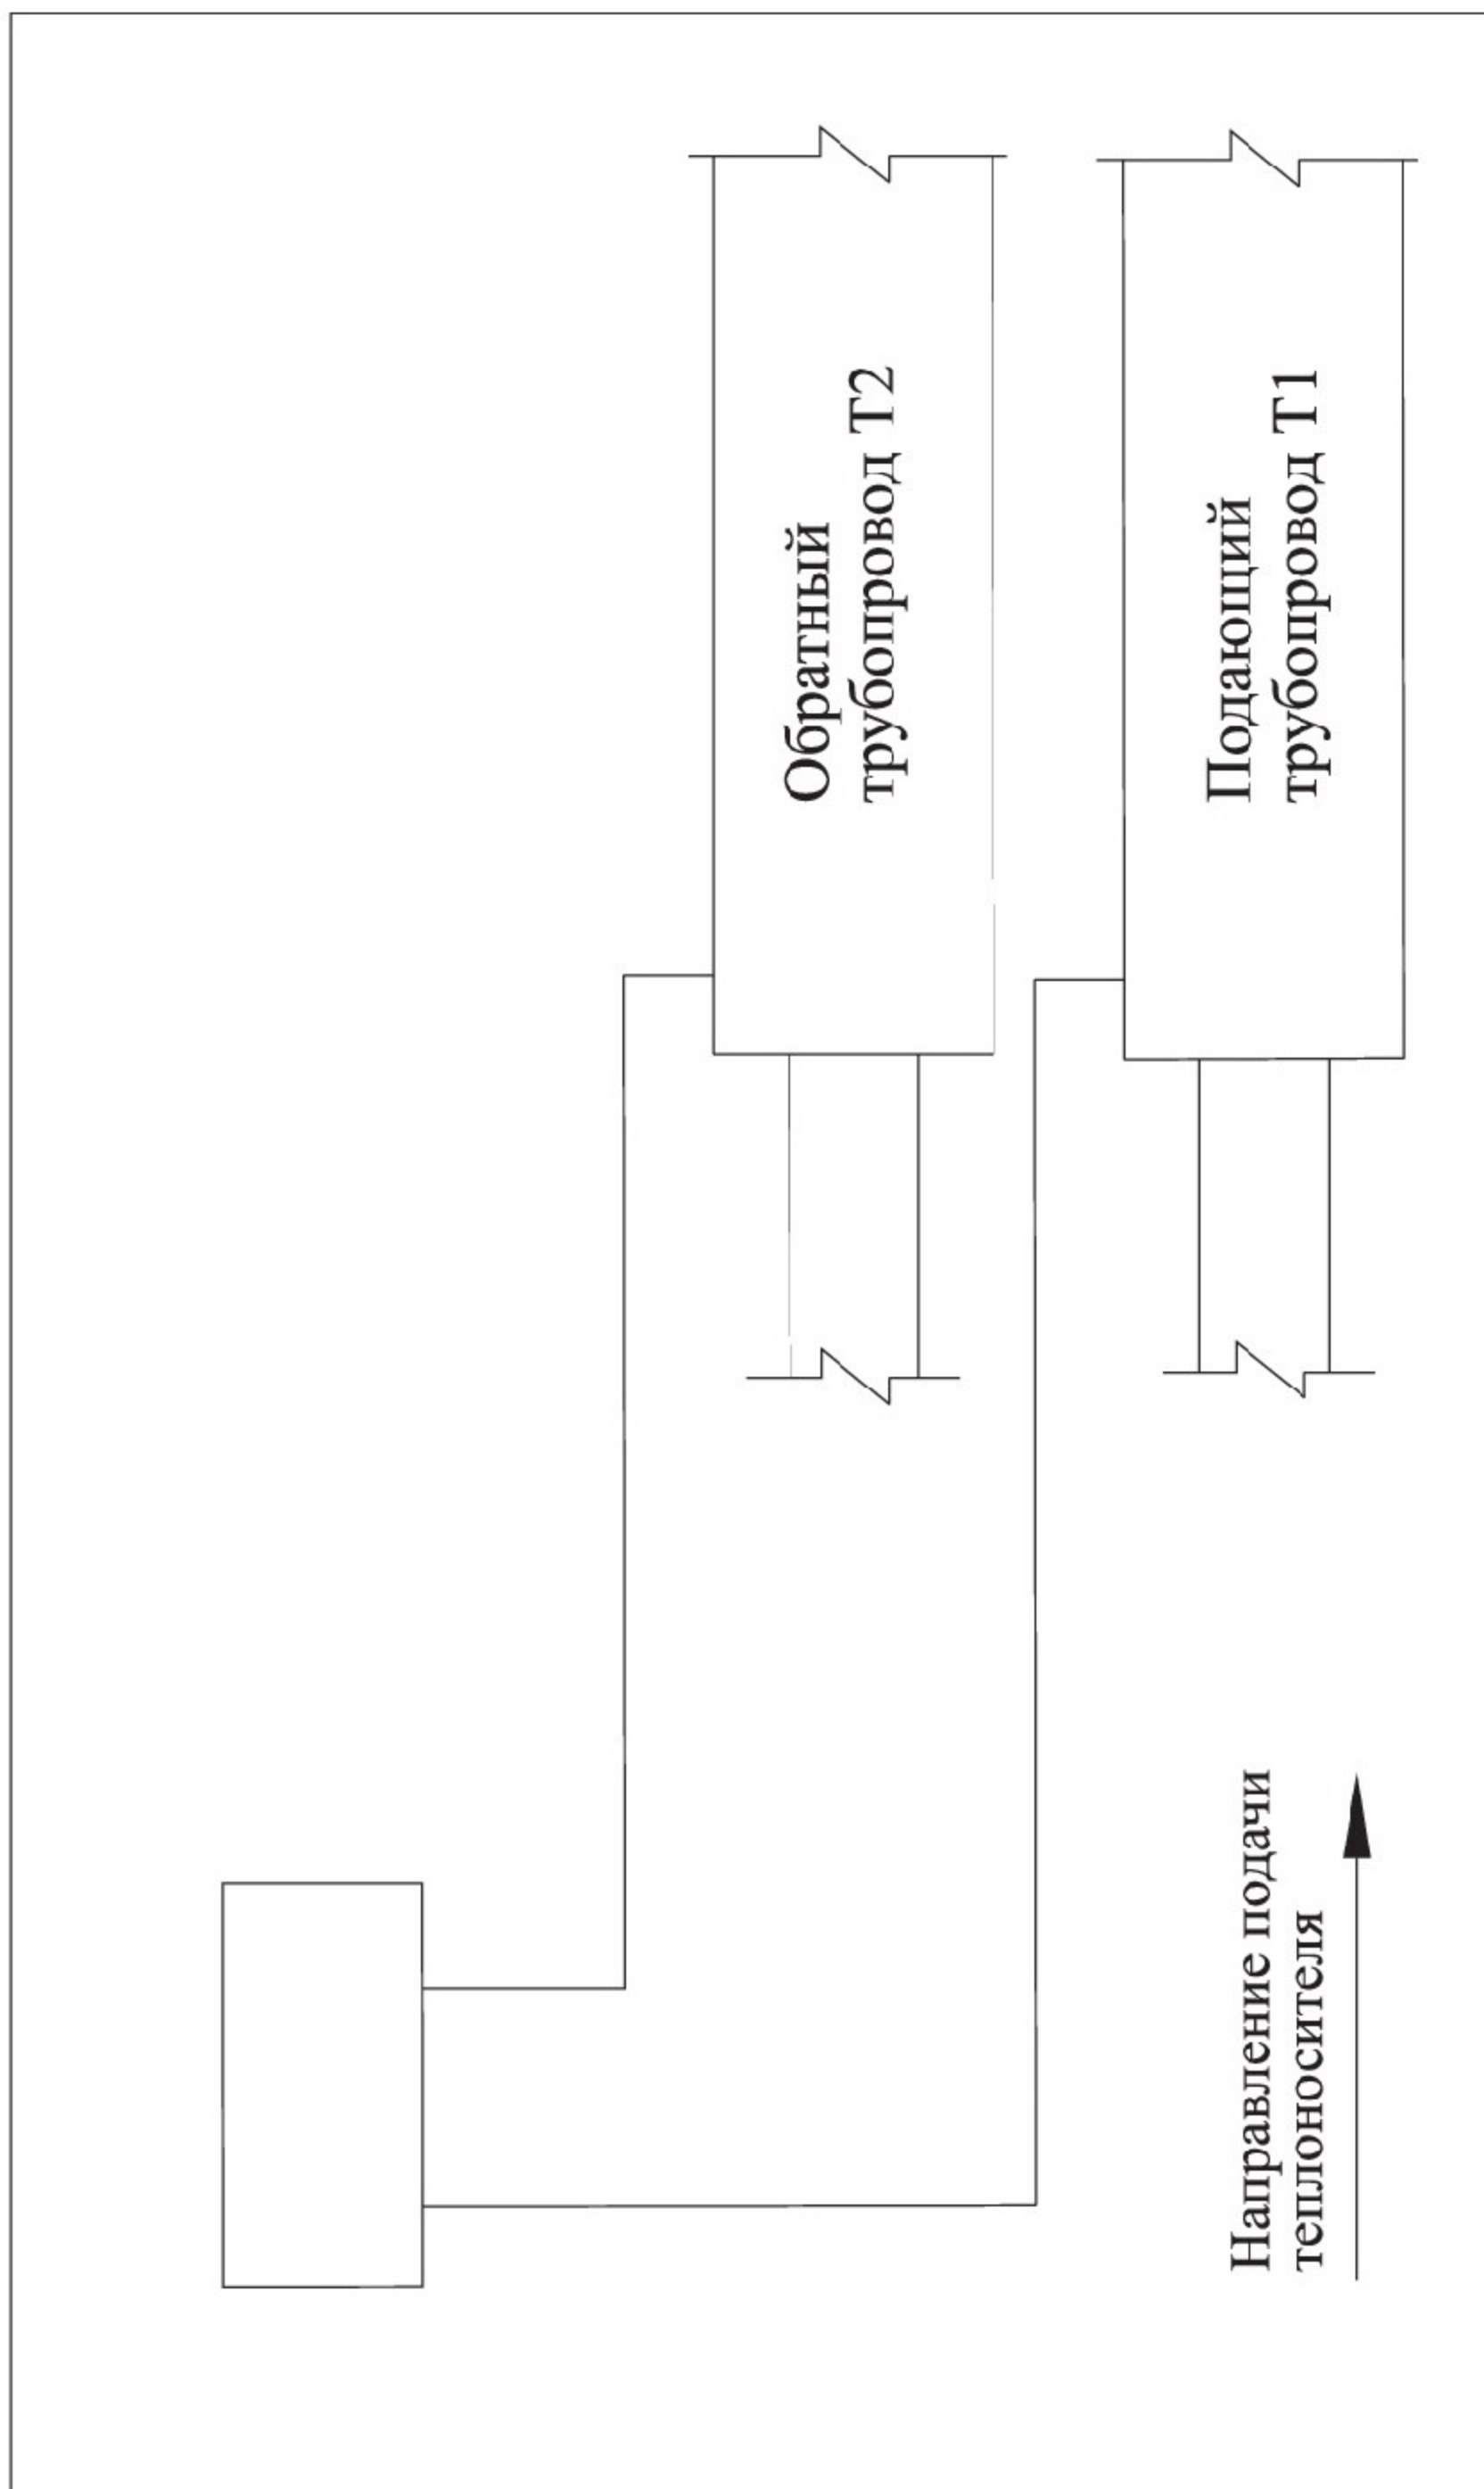
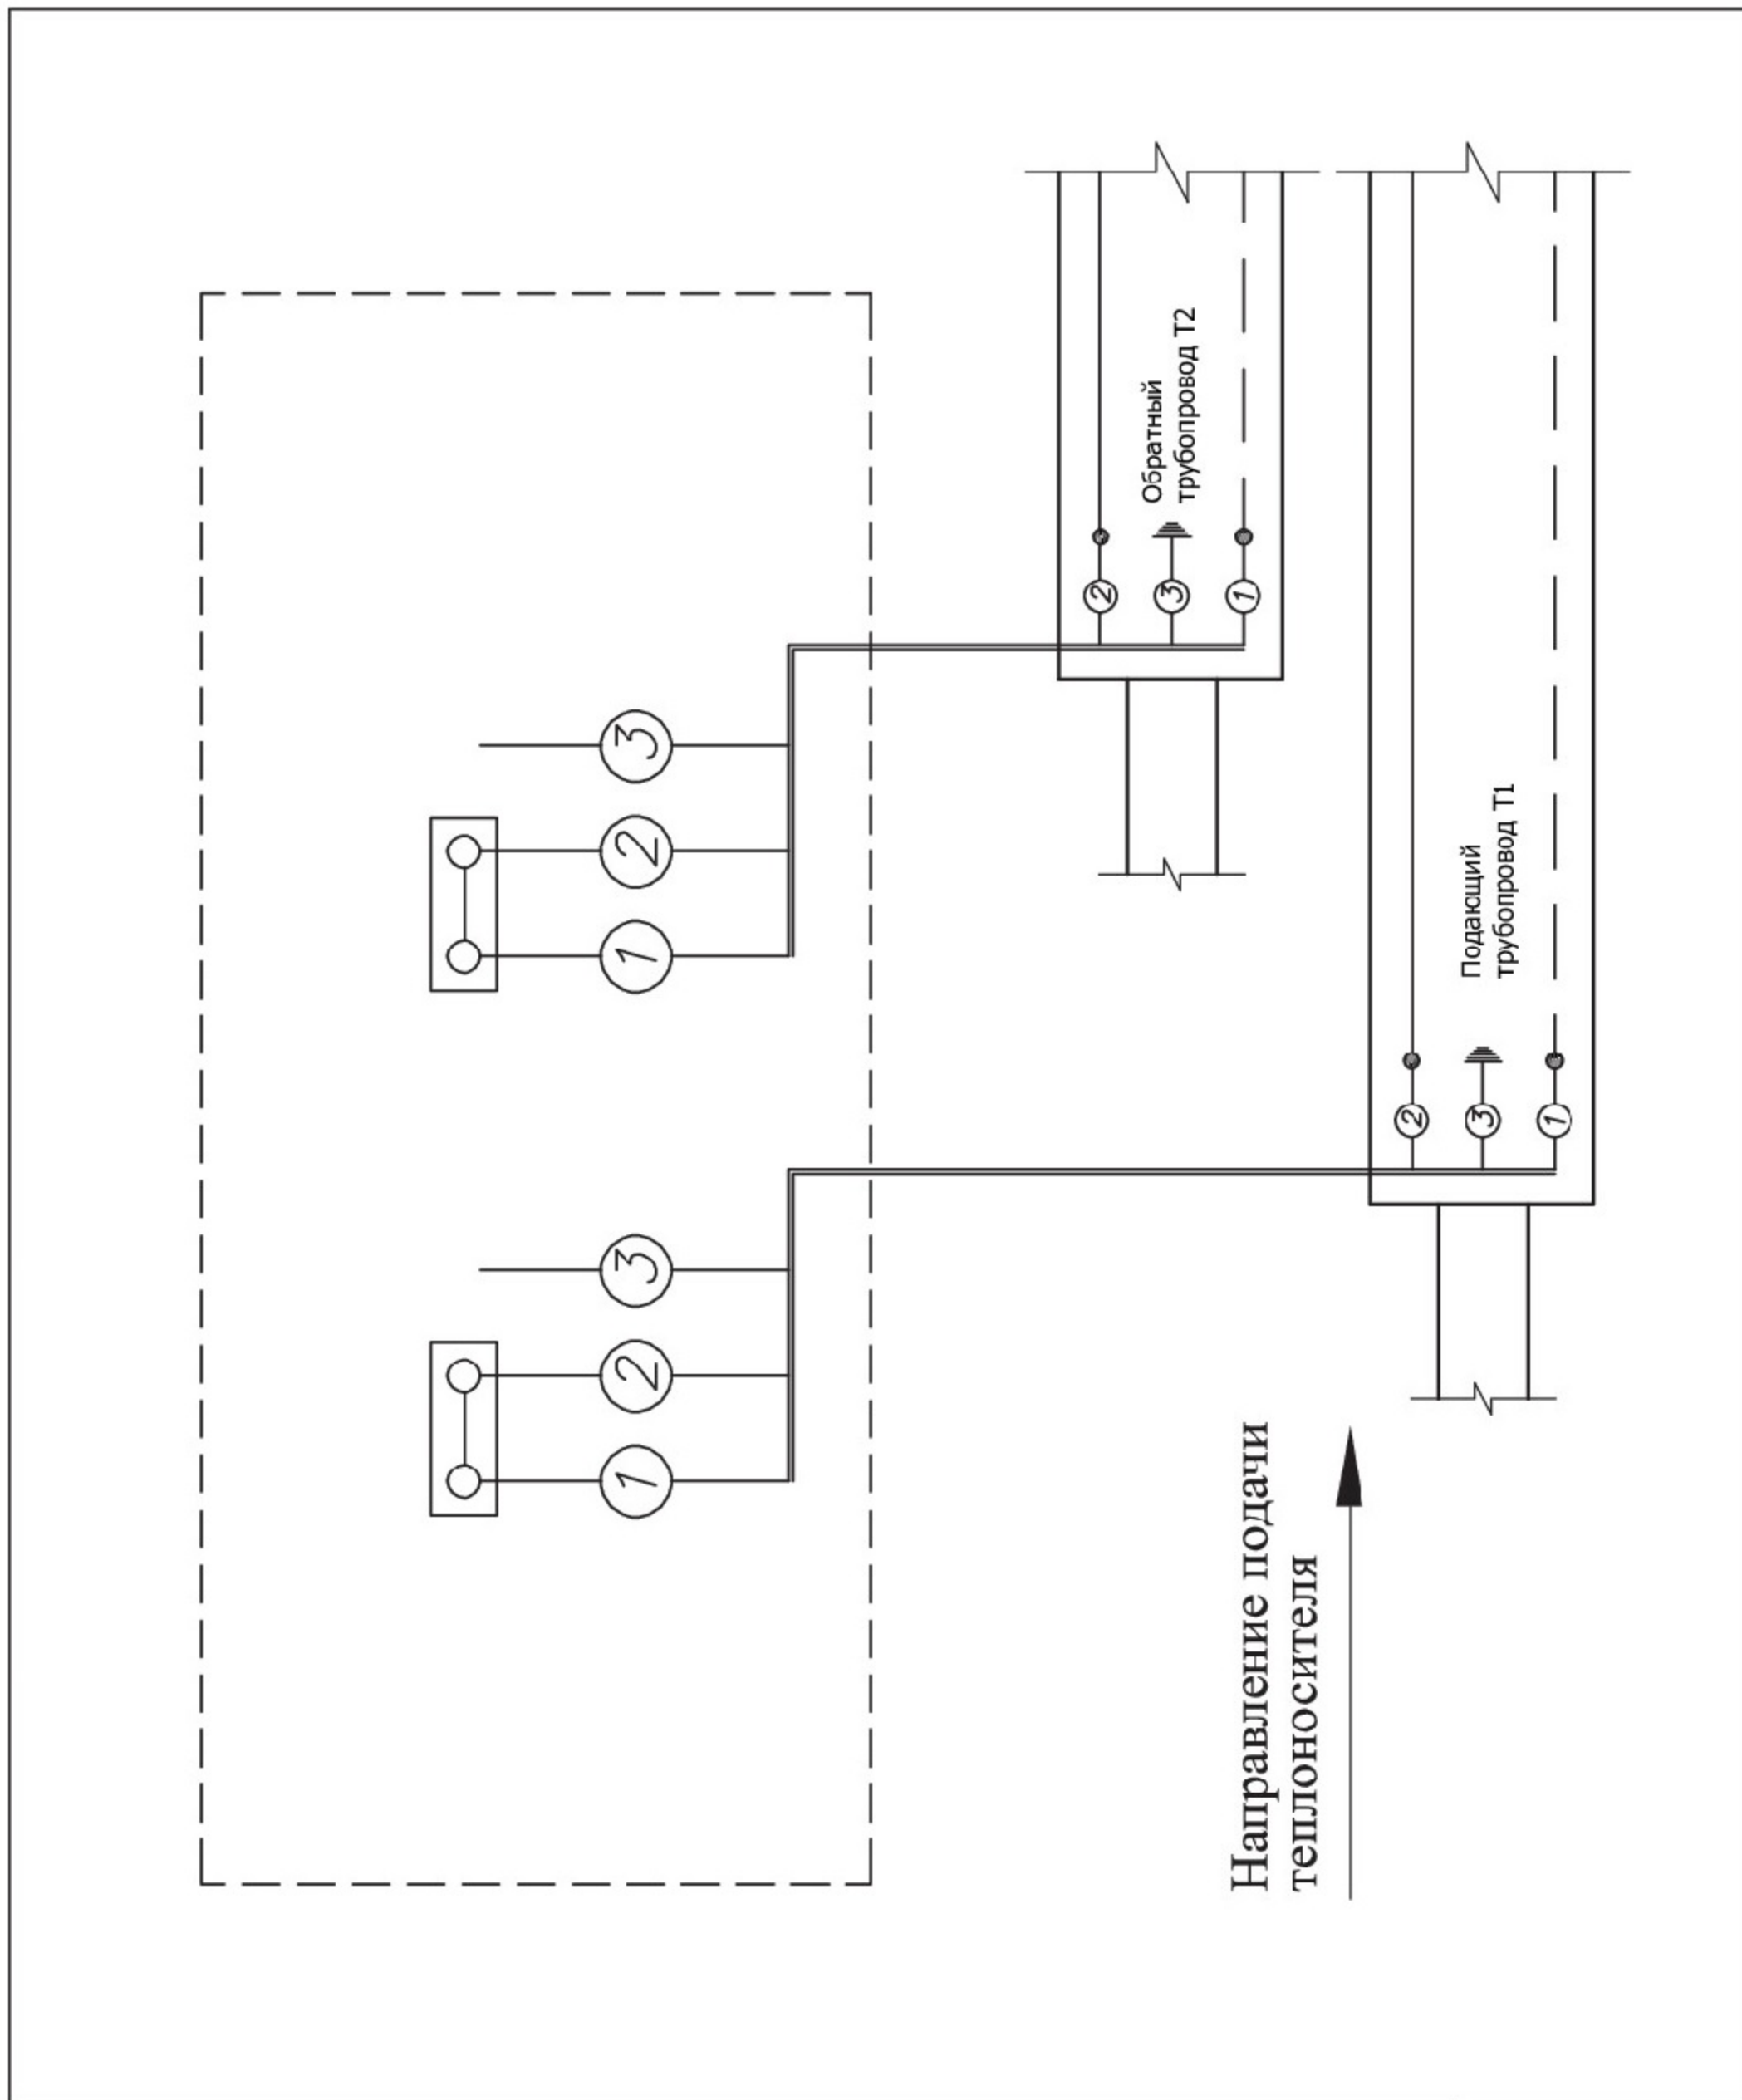
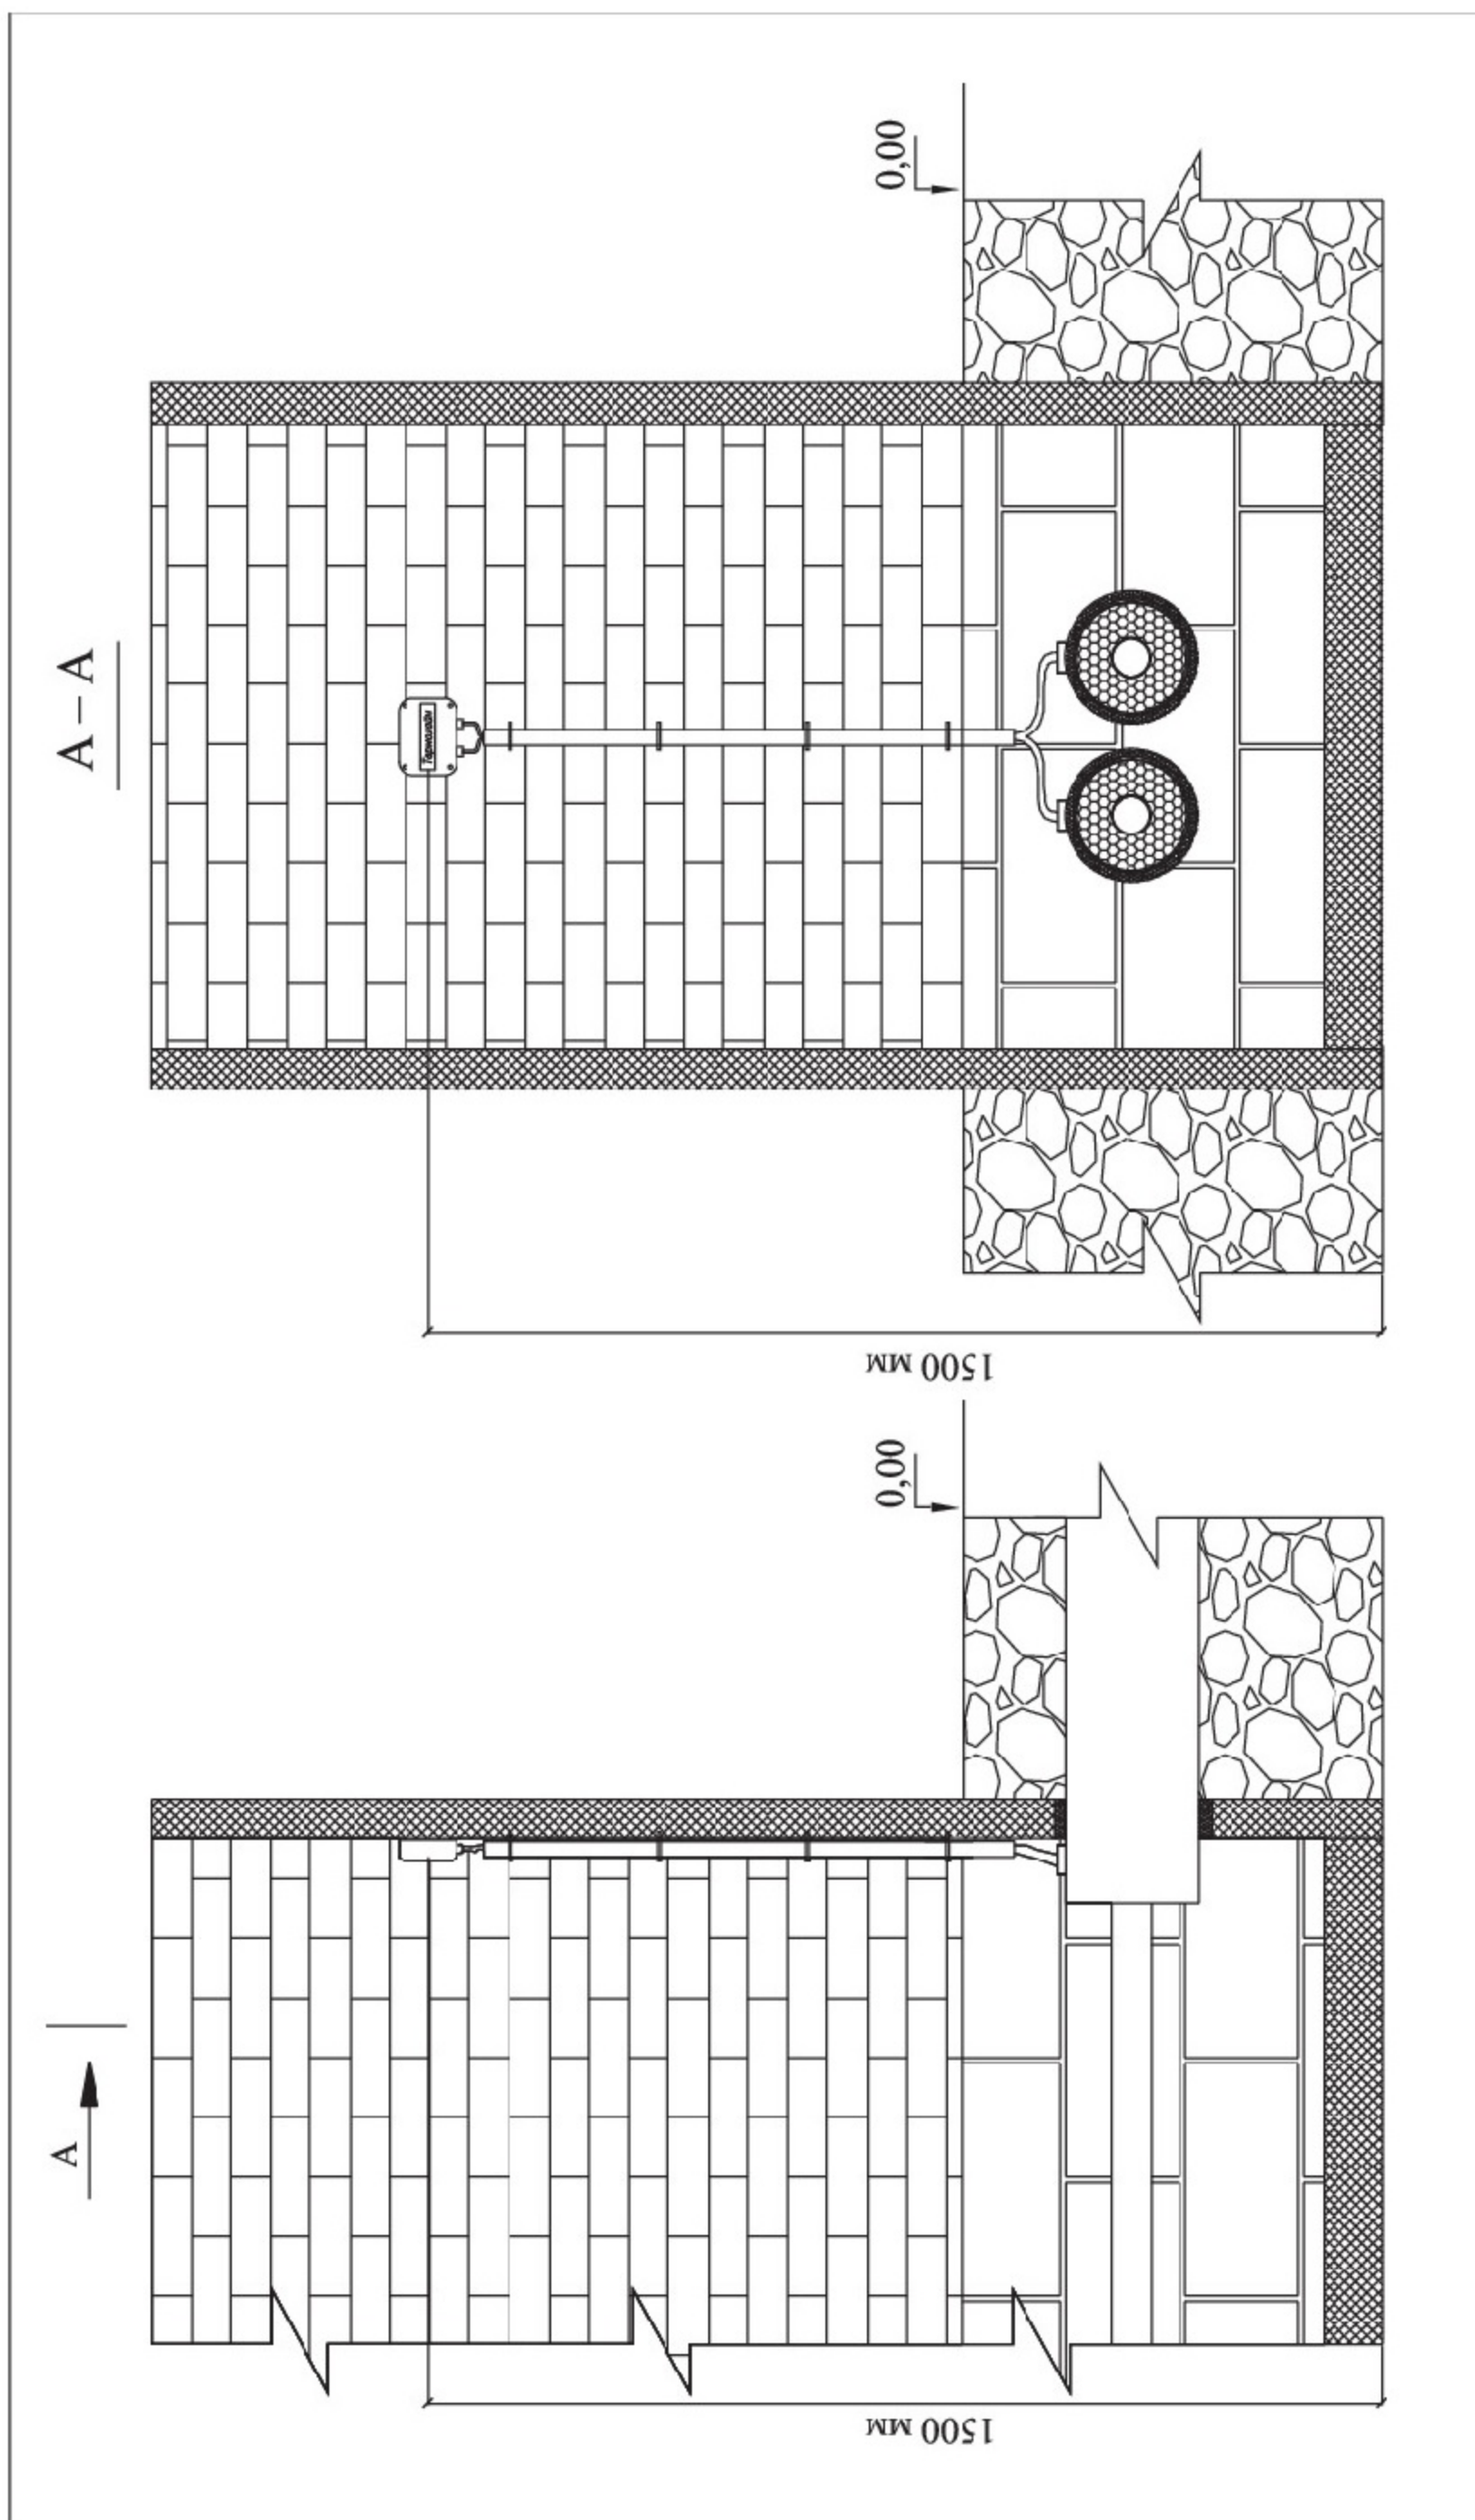
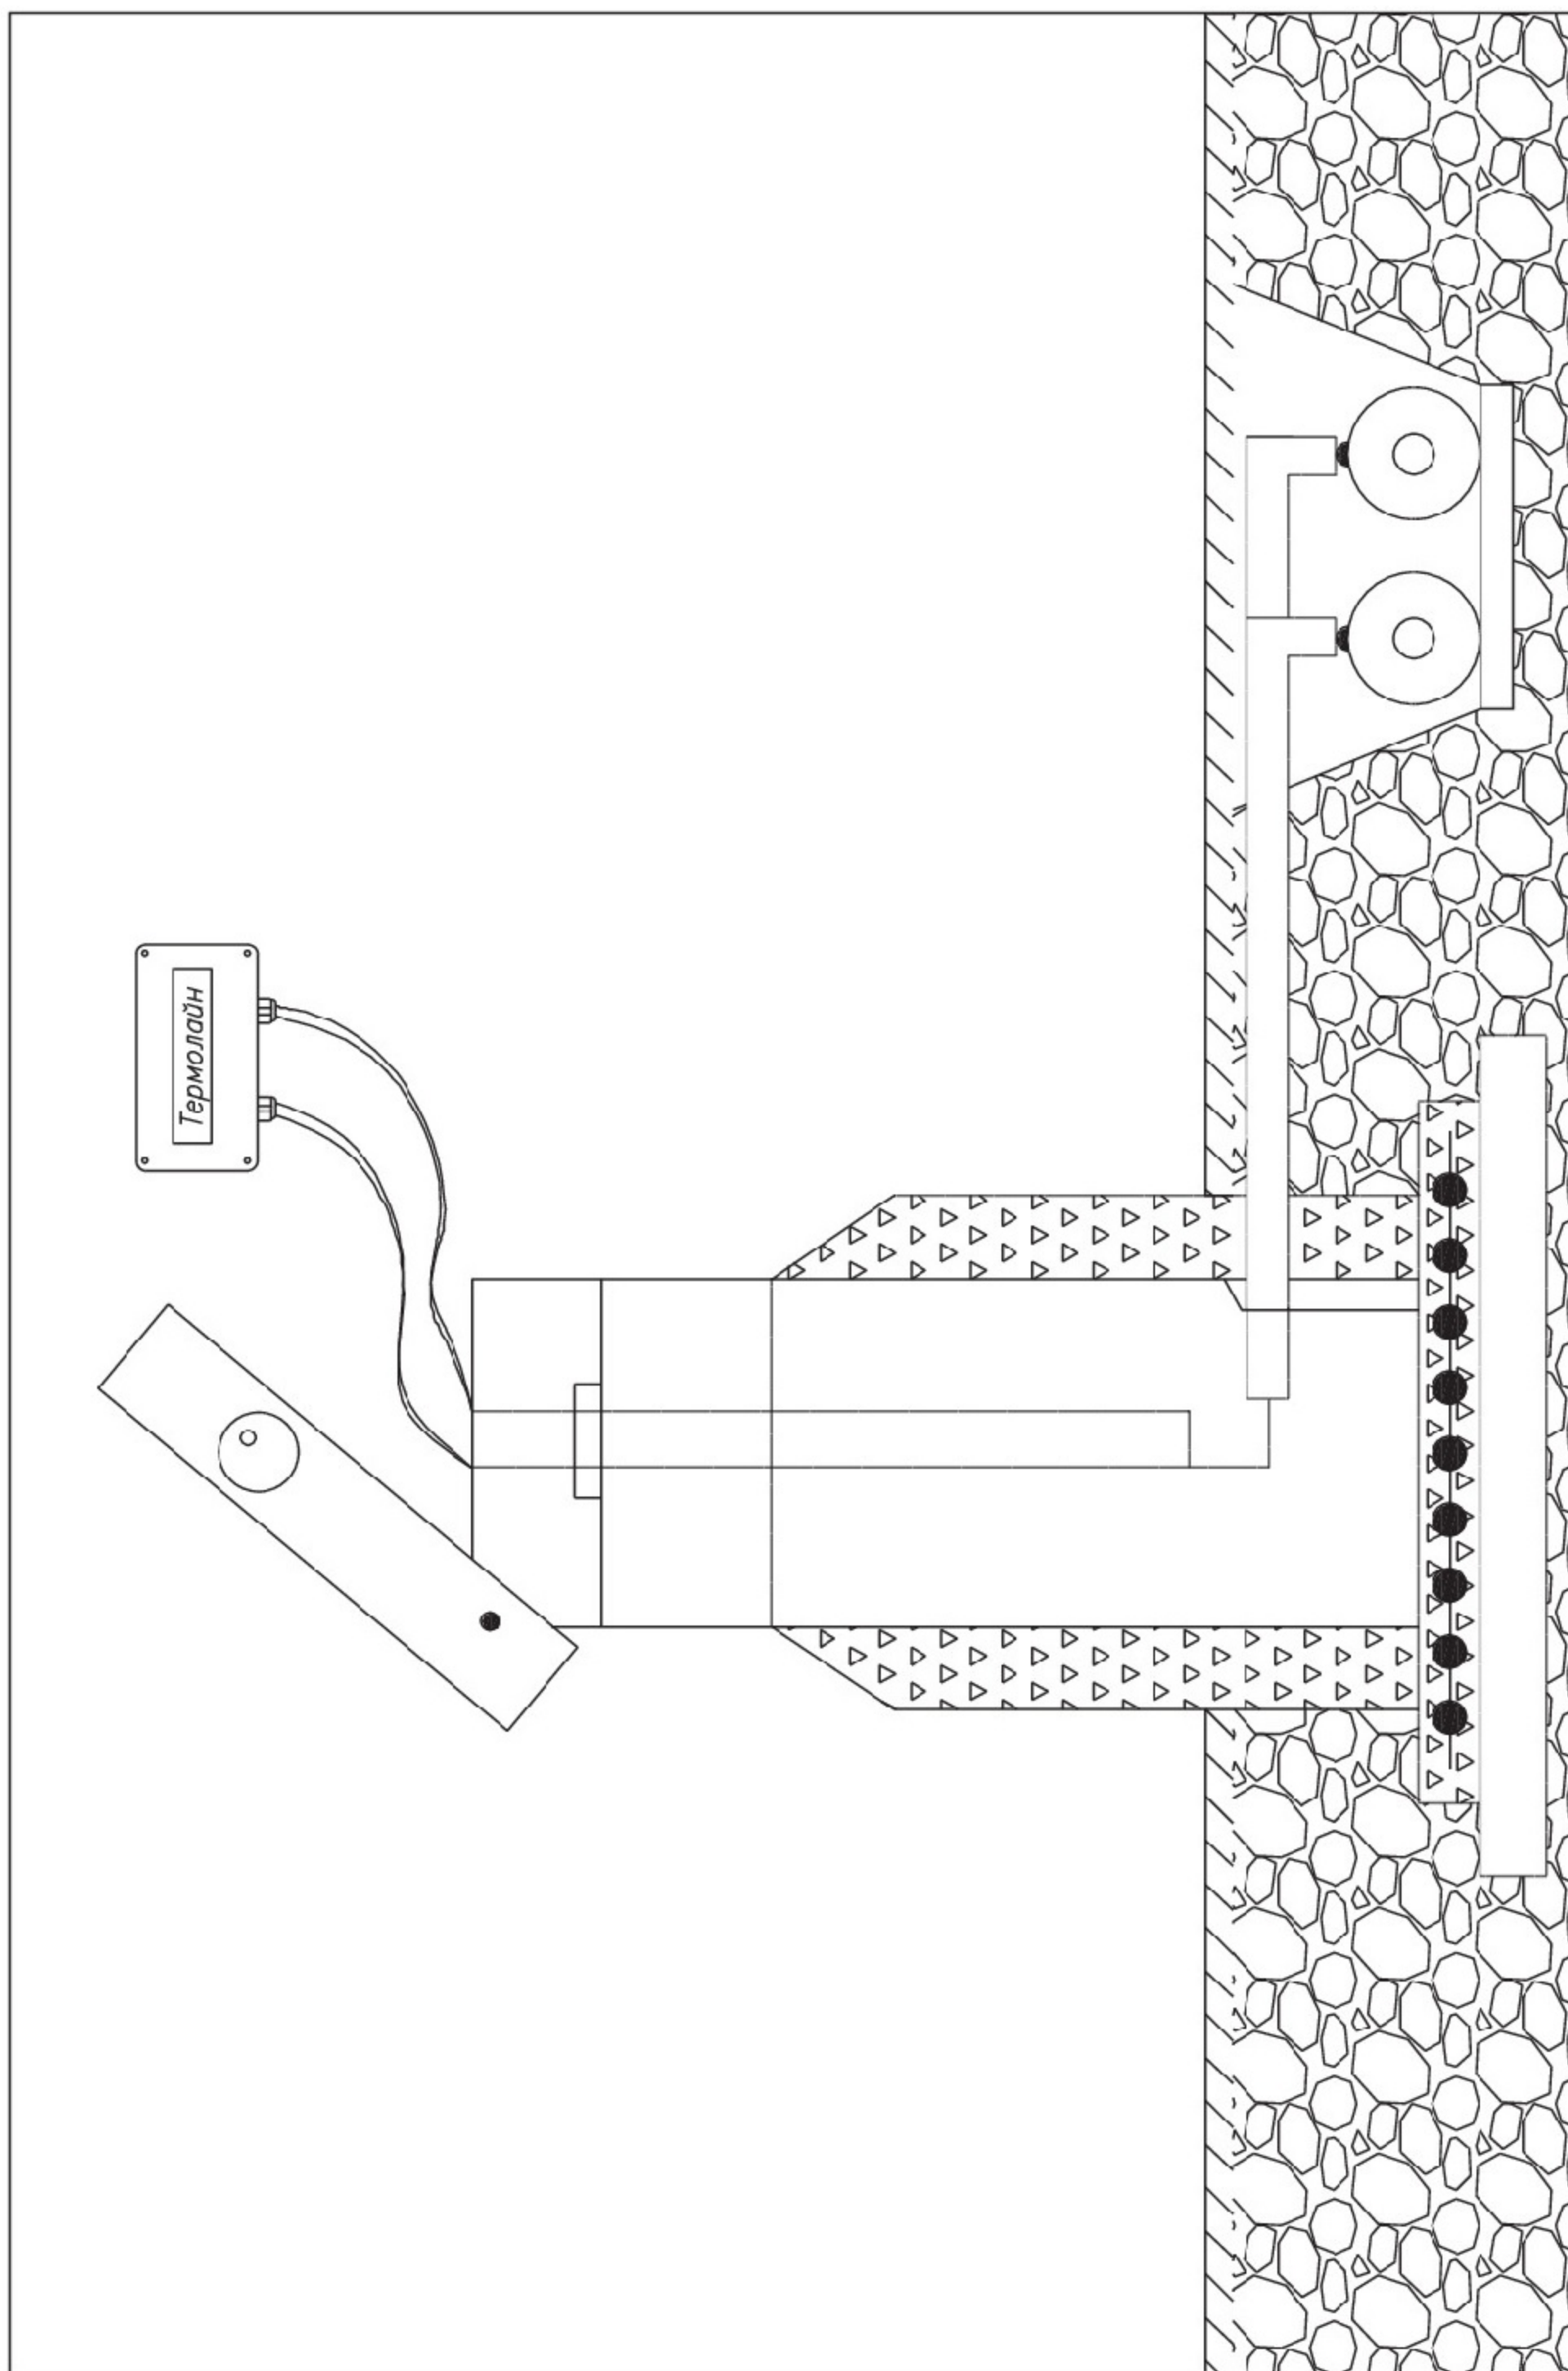

Рис. 2 Закольцовка сигнальных проводников
Рис. 3 Закольцовка сигнальных проводников
Рис. 4 Установка терминала на стене здания
Рис. 5 Установка терминала в наземном ковре
2.1. Закольцовка сигнальных проводников - Рис. 2, 3.
на принципиальной схеме (Рис. 2)	на электрической схеме (Рис. 3)
Подключение терминала к системе оперативного дистанционного контроля производить в соответствии с монтажной (**Рис. 4**, **Рис. 5**) и электрической схемой (**Рис. 3**).
Порядок соединения проводов указан на электрической схеме – **Рис. 3**.
6. При установке терминала внутри помещения (**Рис. 4**), просверлить в стене здания два отверстия (диаметром 6 мм и глубиной 30 мм) на уровне предполагаемого крепления терминала (H~1,5 метра от пола).
12. При установке терминала в ковре (**Рис. 5**) пункты с 8 по 10 не выполнять.
4. Установить провода в соединительные клеммы **6** на прежнее место (в соответствии с электрическими схемами - **Рис. 3**).